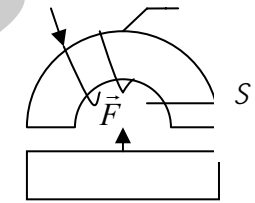

Рисунок 2
5. Магнитный поток в воздушном зазоре электромагнита  $\Phi = 10 \cdot 10^{-4}$  Вб; сечение ярма  $S = 10^{-3}$  м2. Для воздуха  $\mu_a = 4\pi \cdot 10^{-7}$  Гн/м. Определите силу тяги электромагнита (см. рис. 2).